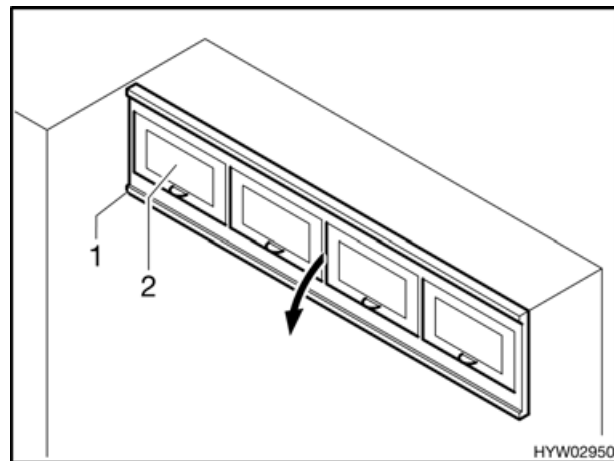

Fig. 32 Prima della trasformazione
- Aprire i chiavistelli di chiusura (Fig. 32,2) sul cassone letto (Fig. 32,1) a destra e a sinistra.